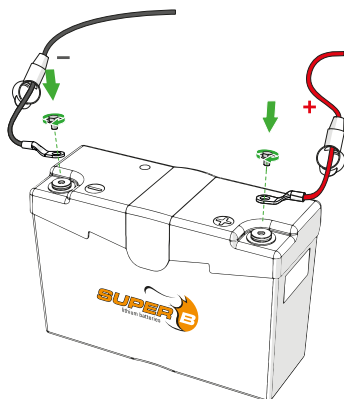

Figura 3. Collegare i cavi di alimentazione alla batteria agli ioni di litio.
1. Collegare il carico o il caricabatterie al terminale X2 (+) della batteria agli ioni di litio (figura 3).
2. Collegare il carico o il caricabatterie al terminale X1 (-) della batteria agli ioni di litio (figura 3).